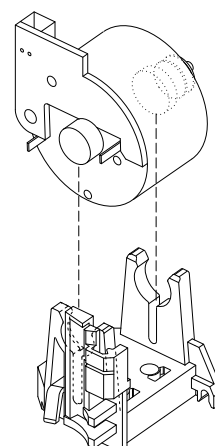

Fig. 11
- Fädelmotor (Pos. 38) aus dem Motorhalter ziehen (Fig. 11).
- Pull off the threading motor from the motor support (Fig. 11).